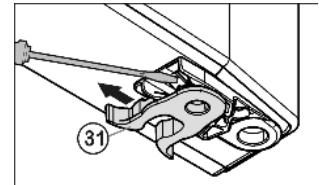

Fig. 8
- ▶ Federklemme Fig. 8 (31) umsetzen: Rastnase runterdrücken, Federklemme darüber hinweg abziehen.